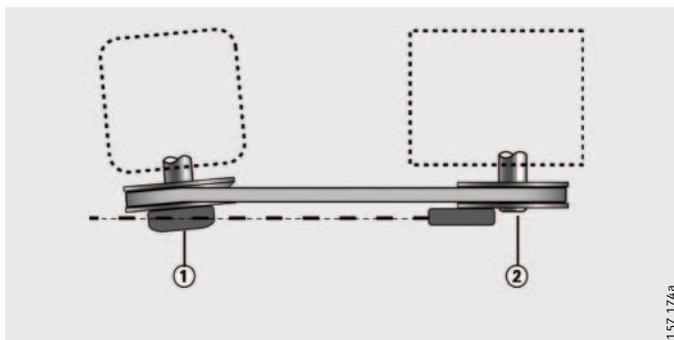

Fig. 3
- Fixer l'appareil de mesure sur la section rigide de la machine et la cible numérique sur sa section ajustable, *fig. 3*.